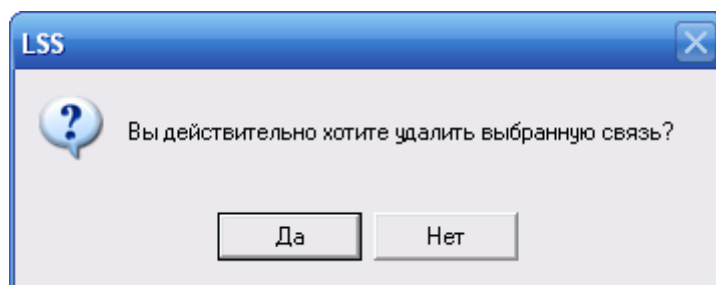

Рис. 3-103
6. В появившемся окне для подтверждения удаления нажмите на кнопку **Да** (рис. 3-103).